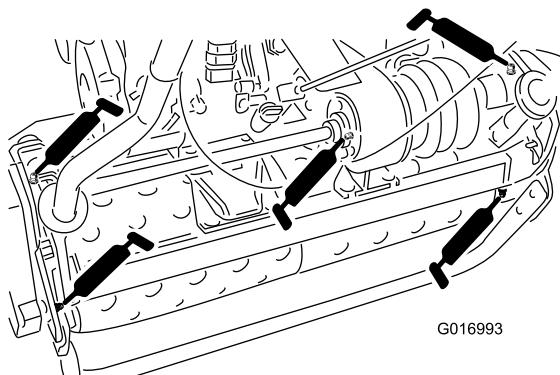

図 18
- ・ ドラムの回転軸2ヶ所図18
- ・ デファレンシャル3ヶ所図18